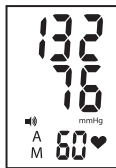
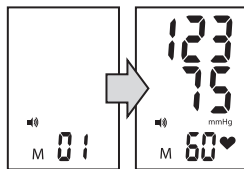

Рис. 5
Рис. 6
3. Переглянути вміст пам'яті приладу Ви можете, натиснувши кнопку **M**. При першому натисканні кнопки **M** на екрані з'явиться символ «**A**» і середнє значення 3-х останніх вимірювань (рис. 5). При повторному натисканні кнопки **M** на екрані короткочасно відобразиться індекс «**1**» (номер ячейки пам'яті), після чого з'явиться результат останнього виміру (рис. 6).